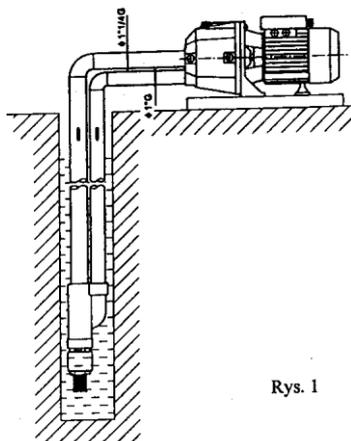

Рис. 1
- присоединить всасывающие трубы к инжектору в колодце, см. рис. 1